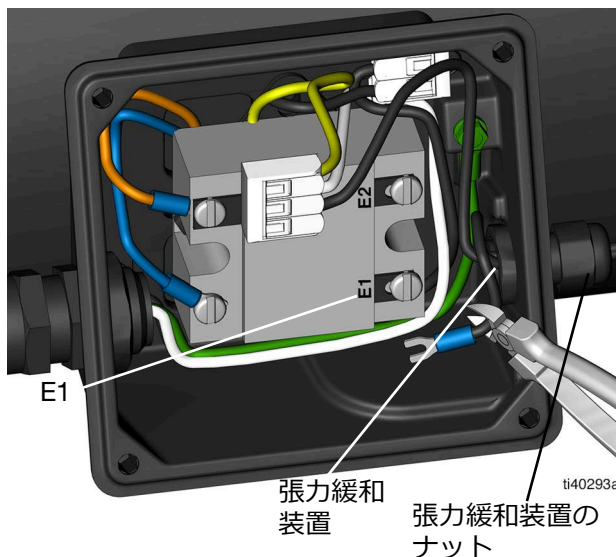

図 23
8. ドライバーを使用して、圧力スイッチワイヤーを E1 から取り外します。黄色と白のケーブルが含まれるコネクタから、もう一方の圧力スイッチのワイヤーを抜きます（図 23）。
9. 圧力スイッチワイヤー（図 23）をフォーク コネクタで切断します。
10. 張力緩和装置のナットを緩めます（図 23）。
11. 圧力スイッチのワイヤーを張力緩和装置を通して端子箱から引き抜きます（図 23）。